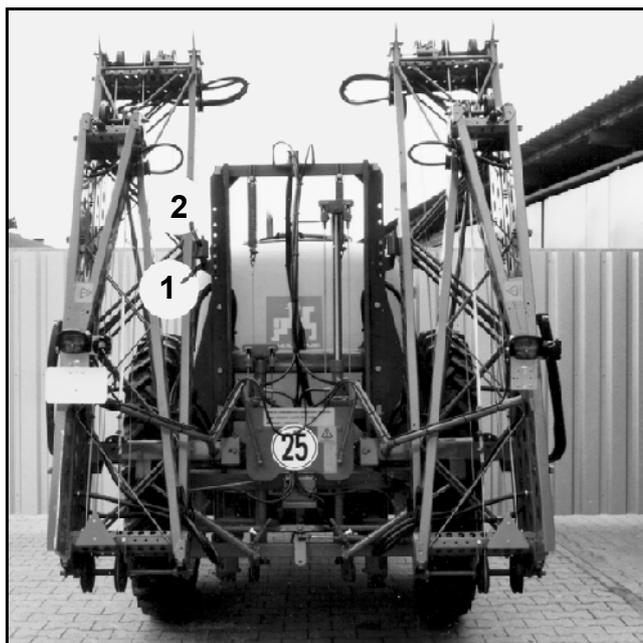

Fig. 61
- Verrouillez la rampe en position de transport. Pour cela descendre la rampe au maximum jusqu'à ce que les supports (Fig. 61/ 1) soient solidaires avec les augets de réception (Fig. 61/ 2).
Pour déverrouiller la rampe de sa position de transport, remontez la rampe jusqu'à ce que les supports soient désolidarisés des augets de réception (Fig. 61).